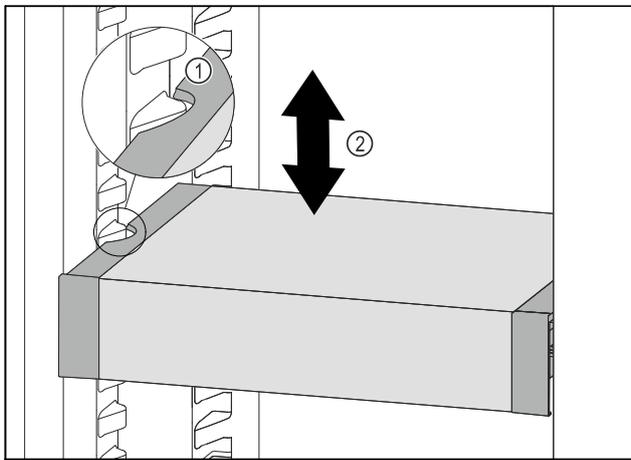

Fig. 96
- ▶ Потягнути VarioSafe вперед, поки бокові заглиблення VarioSafe не опиняться на рівні ребра для резервуара в охолоджувальному відділенні. Fig. 96 (1)
- ▶ Пересувайте VarioSafe вгору або вниз в охолоджувальному відділенні до тих пір, поки не досягнете бажаної висоти. Fig. 96 (2)